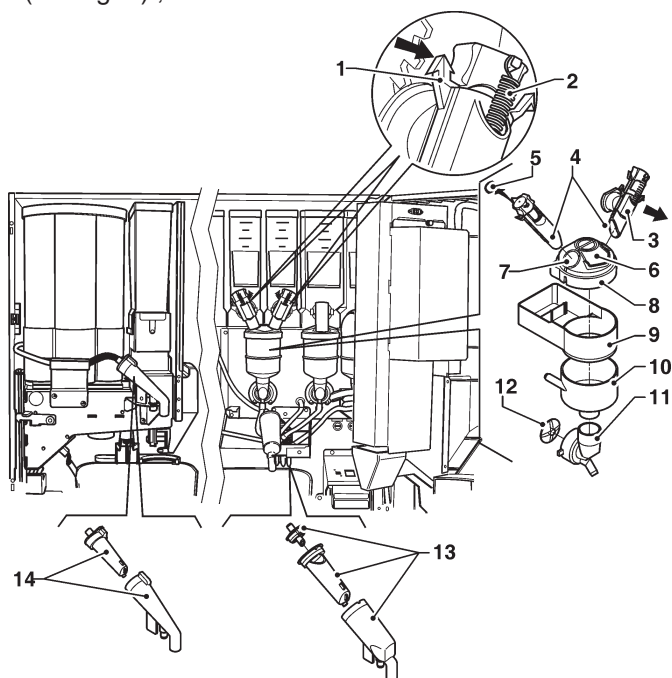

Fig. 7
- enlever des mixers les tiroirs des poudres, les entonnoirs de l'eau, les convoyeurs et les rotors des mixers (voir fig. 7) ;